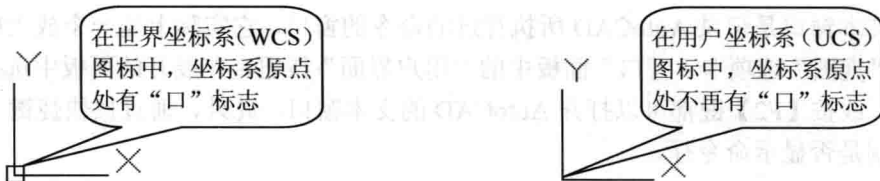

图 1-8 世界坐标系和用户坐标系
- **坐标系:** 坐标系图标反映了当前坐标系的类型、原点和 X、Y 轴方向。默认情况下,系统采用世界坐标系(WCS)。若重新设置了坐标系原点或调整了坐标系的其他设置,世界坐标系将变成用户坐标系(UCS),如图 1-8 所示。